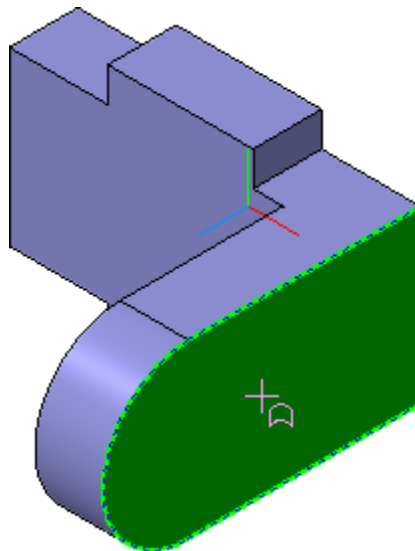

Рисунок 28.
- Укажите грань основания и нажмите кнопку Эскиз на панели Текущее состояние (рис. 28).